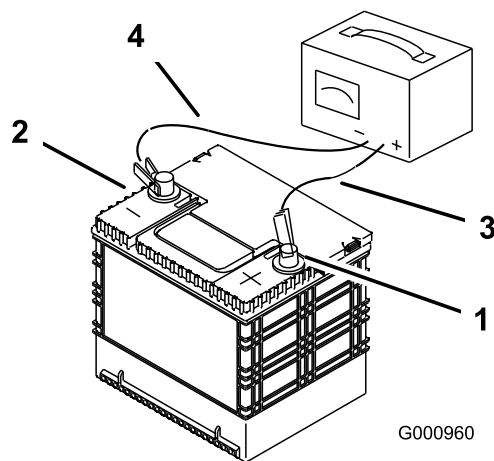

Figure 56
- Quand la batterie est chargée au maximum, débranchez le chargeur de la prise, puis débranchez les fils du chargeur des bornes de la batterie (Figure 56).